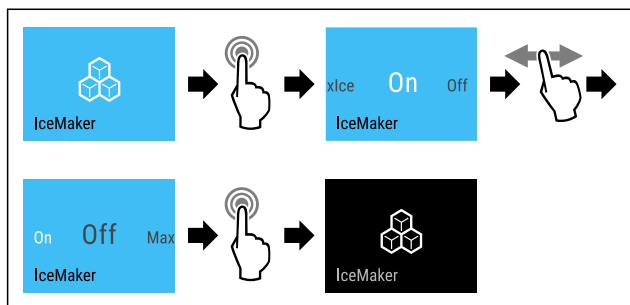

Fig. 20 Ilustrační zobrazení s aktivní funkcí IceMaker
- ▶ Proved'te akční kroky (viz Fig. 20) .